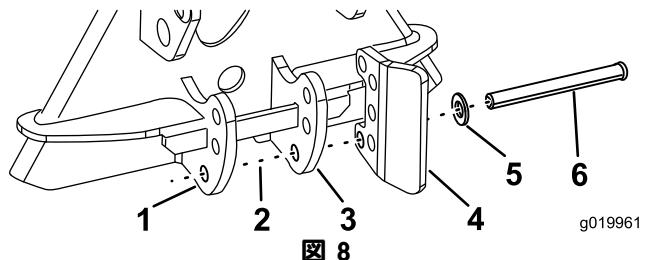
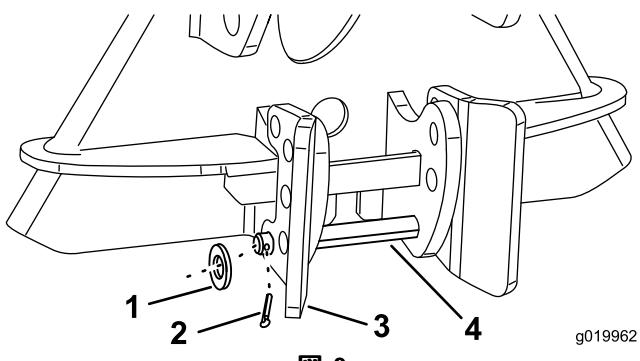

図 8
図 9
1. レーキ・ストッププレートのうちの1枚の、一番低い位置にある穴にクレビスピンドルワッシャをセットし、右側のストッププレートと、ラッチ機構に通す (図 8)。
2. ピンを、左側ストッププレート、および残りのレーキ・ストッププレートのうちの一番低い穴に通す (図 8 と 図 9)。
3. クレビスピンドルにワッシャを通し、このワッシャをコッターピンで固定し、コッターピンの端部を折り曲げて固定する (図 9)。